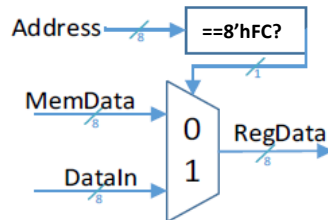

Figura 3 – Entrada paralela mapeada no endereço 8'hFC da memória
- Ao carregar o conteúdo do endereço **8'hFC** da memória de dados, para um registrador **\$X**, **LW \$X, FC(\$0)**, o bloco **ParallelIN** redirecionará o conteúdo da entrada paralela **w_DataIn** para o registrador **\$X**. A especificação lógica do circuito de entrada está ilustrada na Figura 3.